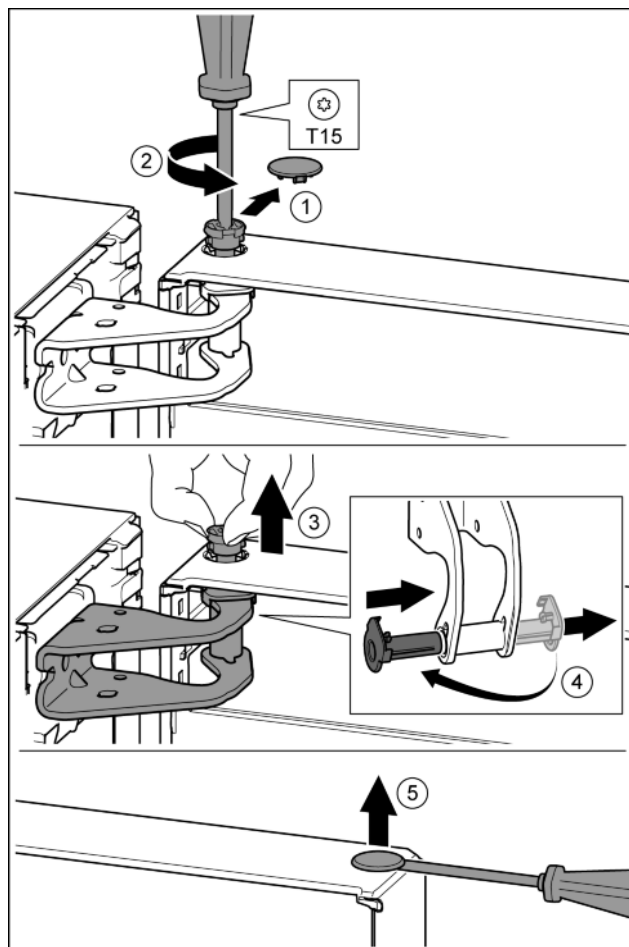

Fig. 10
- ▶ Ostrożnie zdjąć osłonę zabezpieczającą. *Fig. 10 (1)*
- ▶ Sworzeń wykręcić nieco przy pomocy śrubokręta T15. *Fig. 10 (2)*
- ▶ Przytrzymać drzwi i wyjąć sworzeń palcami. *Fig. 10 (3)*
- ▶ Tuleję łożyskową wyjąć z prowadnicy. Założyć z drugiej strony i zazębnić. *Fig. 10 (4)*
- ▶ Zatyckę ostrożnie podważyć przy pomocy śrubokręta i wyjąć z tulei łożyskowej drzwi. *Fig. 10 (5)*